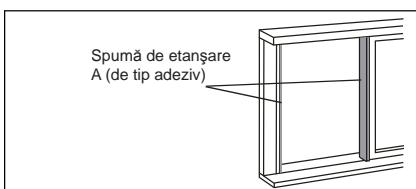

Fig. 18
- 1.** Tăiați spumele de etanșare (de tip adeziv) la lungimile corecte și prindeți-le de cadrul ferestrei. Consultați Fig. 18.